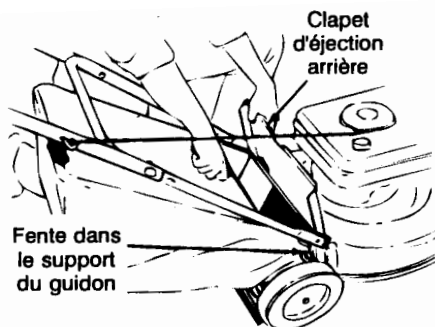

Figure 11
- Enfoncez les crochets du sac de ramassage dans les fentes du support du guidon. Voir la figure 11. Refermez le clapet arrière.